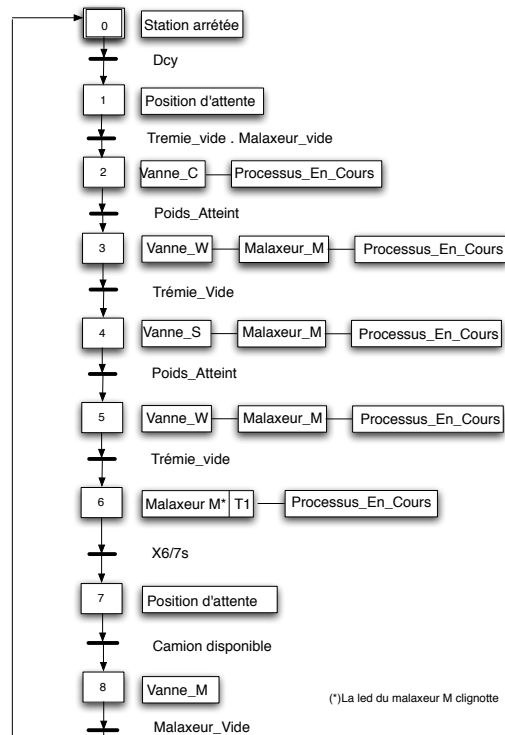

Figure 1: Grafcet
La maquette de Travaux Pratique modélise la fabrication de béton, par un dosage de sable et de ciment. Ce processus est modélisé par le Grafcet de la figure 1.
- Compléter le programme principal pour mettre en oeuvre le Grafcet intégralement (voir la figure 1).